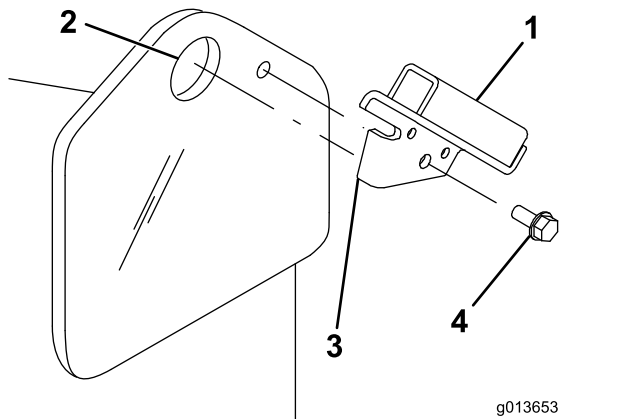

図3
- シールドブラケットのタブをトラクションユニットの吊り上げ穴に差し込む。ブラケットの穴をトラクションユニットのフレームにある小さい穴に合わせる **図3**。
注 ブラケットは右用と左用があります。各側に正しいブラケットを使用してください。吊り上げ穴にタブが入り、ブラケットがフレームの外側に出るのが正しい取り付け状態です **図3**。
- タッピングねじでブラケットをフレームに固定する **図3**。